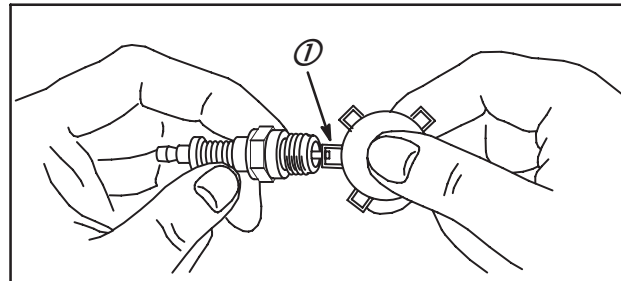

Fig. 4
Régler l'écartement des électrodes à 0,76 mm (1), Fig. 4. Remplacer la bougie si les électrodes sont brûlées ou la porcelaine fendue. NE PAS UTILISER DE SABLEUSE.